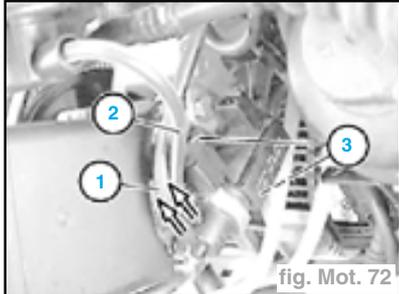

fig. Mot. 72
- Débrancher sur l'électrovanne EGR le flexible (1 et 2), déposer les vis (3) et l'électrovanne EGR (fig. Mot. 72).